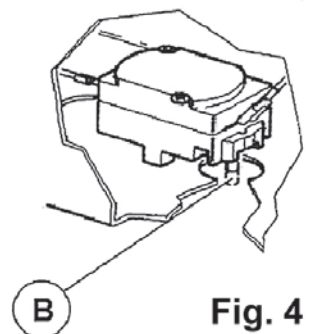

Fig. 4
- Der Sicherheitsthermostat (G Abb. 4) in der normalen Position ist (roter Stift nicht abgesenkt). Der Sicherheitsthermostat greift ein, wenn die Öltemperatur auf Grund von Betriebsstörungen des Betriebsthermostats (E Abb. 3) 230°C überschreitet.